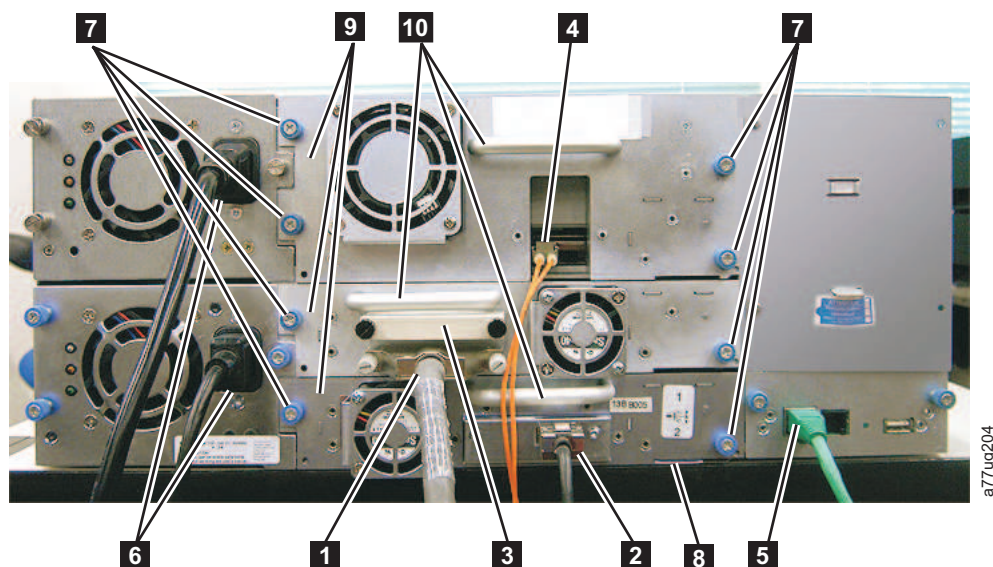
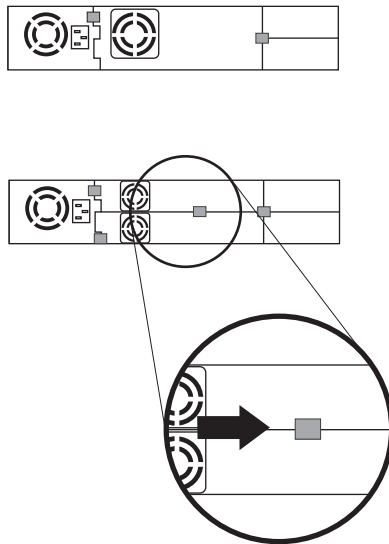

図 141. 4U ライブラリーの背面パネル上のドライブ・スレッド・コンポーネント (最上位の位置にフルハイト・ファイバー・ドライブ、中間の位置にハーフハイト SCSI ドライブ、最下位の位置にハーフハイト SAS ドライブ)
図 143. ライブラリーへのドライブ・スレッドの押し込み (ドライブ・スレッドに ESD スプリングは示されていない)
4. ホスト・インターフェース・ケーブル ( 223 ページの図 141 の **1**、**2**、または **4**) およびターミネーター (**3**) (SCSI ドライブ・スレッドの場合のみ) を取り外します。
6. ドライブ・スレッド上の青の拘束つまみねじ (図 141 の **7**) を緩めます。
2. ドライブ・スレッドの右下隅近くのライブラリーの底面にある黒のプル・アウト・タブ (223 ページの図 141 の **8**) を引き伸ばします。
3. ドライブ・スレッドの底面を支えながら、新しいドライブ・スレッドをドライブ・スロットにゆっくり挿入します (225 ページの図 143 を参照してください)。黒のタブが引き伸ばされたままになっていることを確認します (223 ページの図 141 の **8**)。
重要: ドライブ・スレッドの底面を支えながら、ドライブ・スレッド・ハンドル (223 ページの図 141 の **10**) を持って、きちんと収まるまで押し込みます。この手順に従わないと、コネクタ・ピンが損傷する可能性があります。
5. ドライブ・スレッドが固定するまで、拘束つまみねじ ( 223 ページの図 141 の **7** ) を締めます。
7. 黒のタブ ( 223 ページの図 141 の **3** ) をライブラリーの下部に押し入れて戻します。適切に挿入されると、タブのハンドルのみが見える状態になります。
2. ドライブ・スレッドの底面を支えながら、新しいドライブ・スレッドをドライブ・スロットにゆっくり挿入します (225 ページの図 143 を参照してください)。必要であれば、黒のタブが引き伸ばされたままになっていることを確認します (223 ページの図 141 の **8**)。ドライブ・スレッドの底面を支えながら、ドライブ・スレッド・ハンドル (223 ページの図 141 の **10**) を持って、きちんと収まるまで押し込みます。
3. ドライブ・スレッドが固定するまで、拘束つまみねじ (223 ページの図 141 の **7**) を締めます。